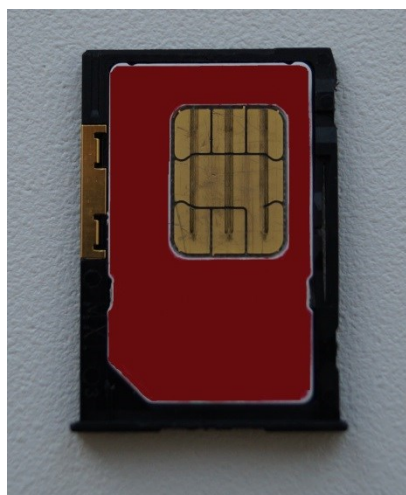

Рис. 5.2. Фиксатор с установленной SIM-картой
- 2) извлеките пластиковый фиксатор SIM-карты и установите SIM-карту в контурную форму контактной площадкой вверх (рис. 5.2);